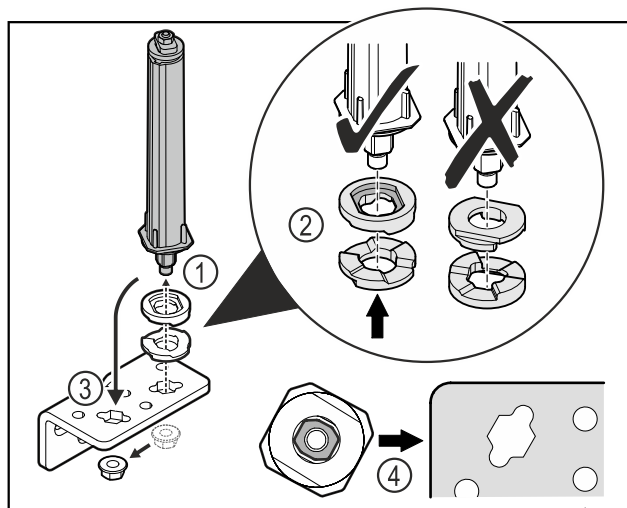

Fig. 41
- Svitare il dado e rimuovere il sistema di chiusura della porta Fig. 41 (1).
- Assicurarsi che le rondelle per la regolazione dell'altezza siano rivolte nel verso giusto Fig. 41 (2).
- Spostare il sistema di chiusura della porta nella cerniera angolare e fissarlo con il dado Fig. 41 (3).
- Durante l'inserimento del sistema di chiusura della porta assicurarsi che sia rivolto nel verso giusto Fig. 41 (4).